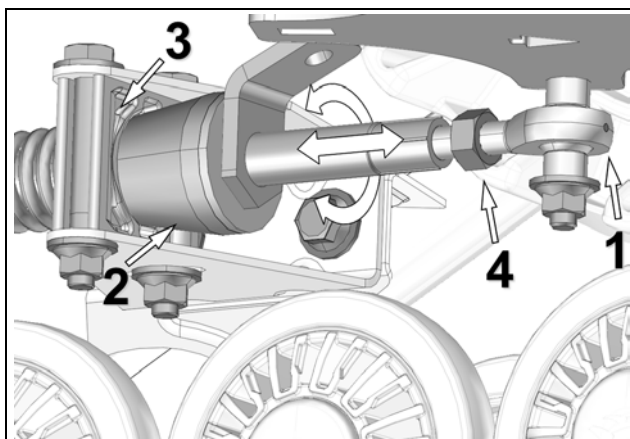

Figure 14
- Desserrer le contre-écrou (4). Ajuster la longueur de l'embout à rotule (1) en tournant l'écrou au bras stabilisateur jusqu'à ce que le cône de caoutchouc (2) touche légèrement le support pivotant (3). Voir la Figure 14.